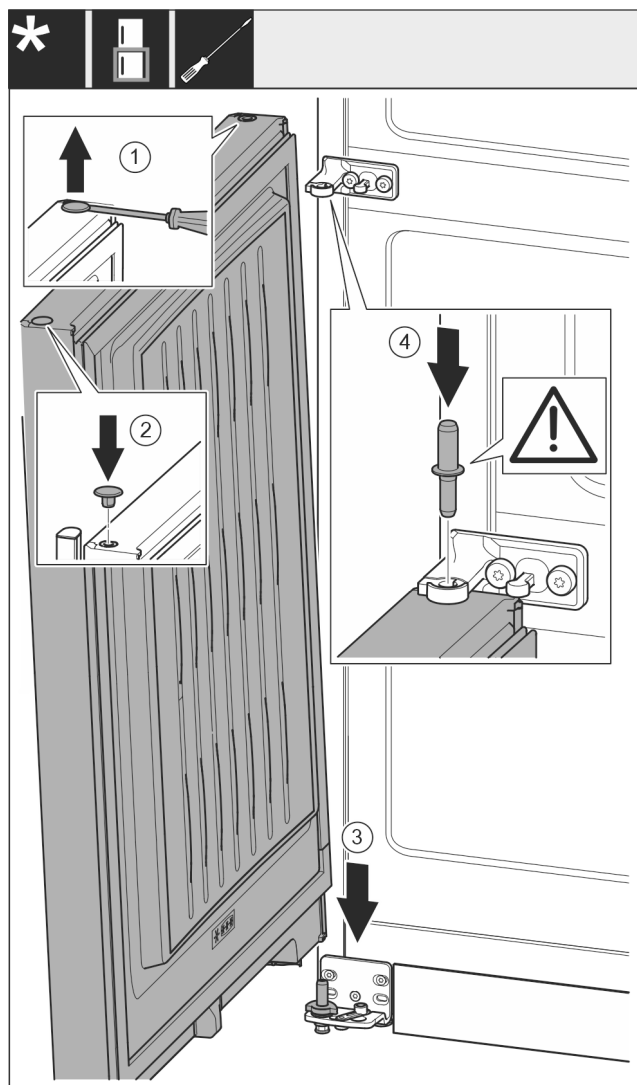

Fig. 23
- ▶ Óvatosan emelje meg a dugót Fig. 23 (1) lapos csavarhúzóval, és húzza ki.
- ▶ Tegye vissza a dugót Fig. 23 (2) az ajtó másik oldalára.
- ▶ Helyezze fel az ajtót Fig. 23 (3) felülről az alsó csapszegre.
- ▶ Helyezze a középső csapszeget Fig. 23 (4) a középső csapágybakon keresztül az alsó ajtóba. Ügyeljen közben arra, hogy a reteszelő bütyök hátrafelé mutasson.